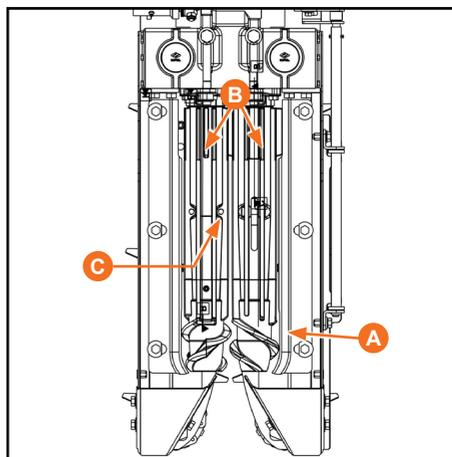

Figura 35
As navalhas (A) devem ser reguladas a uma distância de 1 mm ou mais próximas possível do rolo (B), evitando o acúmulo de ervas daninhas em volta do rolo (Figura 35).
O torque de aperto recomendado para o parafuso (C) do rolo recolector é de 90 Nm (Figura 35).